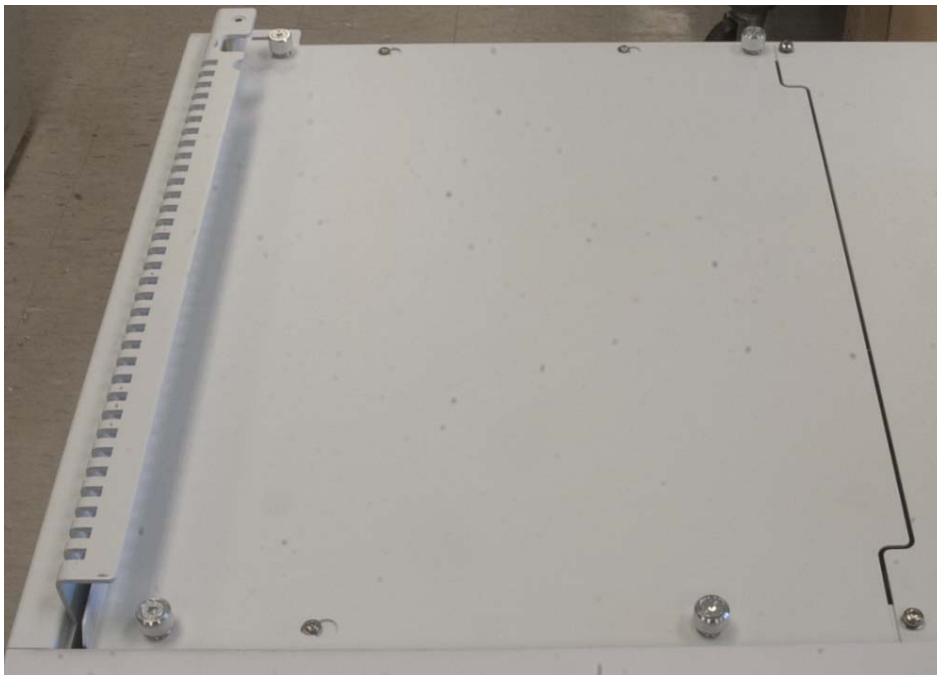

Figure 27 Retrait du capot supérieur gauche du châssis
- 4 Retirez les vis moletées utilisées pour fixer le capot supérieur gauche au châssis, puis retirez le capot (Figure 27).